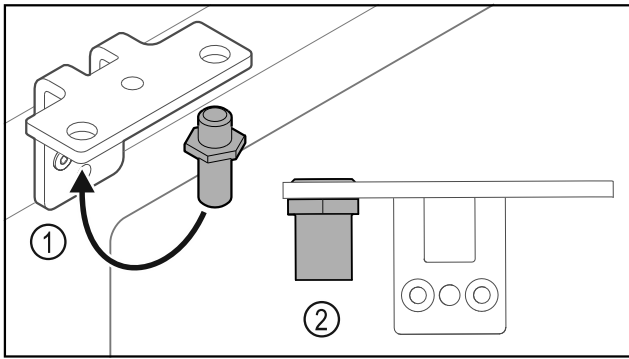

Fig. 30
- ▶ Bouten Fig. 30 (1) naar de scharnierhoek verplaatsen.
- ▶ Bouten Fig. 30 (2) met **aanhaalmoment van 12 Nm** vastdraaien.